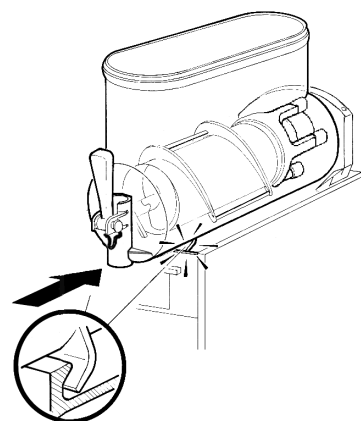

figure 14
- 6 Enfiler la spirale extérieure sur l'évaporateur en accouplant son extrémité antérieure à l'arbre de l'hélice intérieure et en faisant coïncider ses dents avec les dents d'entraînement (voir figure 14).